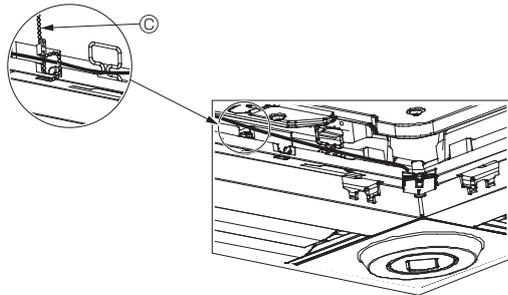

Fig. 6-13
- i-See-Sensor- und Signalempfängerkabel mit dem Kabelbinder so an der Platte sichern (siehe Abbildung), dass kein Kabel durchhängt und dann das überstehende Kabelbinderende abschneiden. (Fig. 6-13)
- Wenn die Position des i-See-Sensors von "o" (E) auf "□" (F) geändert worden ist, ebenfalls die Schalterstellungen ändern. (Siehe Seite 14.)